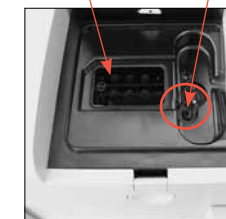

Figura 3: Interno della camera di misurazione del campione
1. Aprire la camera di misurazione del campione (Sample Measurement Chamber-SMC). Rimuovere la guarnizione nera della porta E/U del gas (Figura 3) afferrandola con delle pinzette o una pinza emostatica e tirandola verso l'alto. Una volta rimossa, gettare la guarnizione usata.